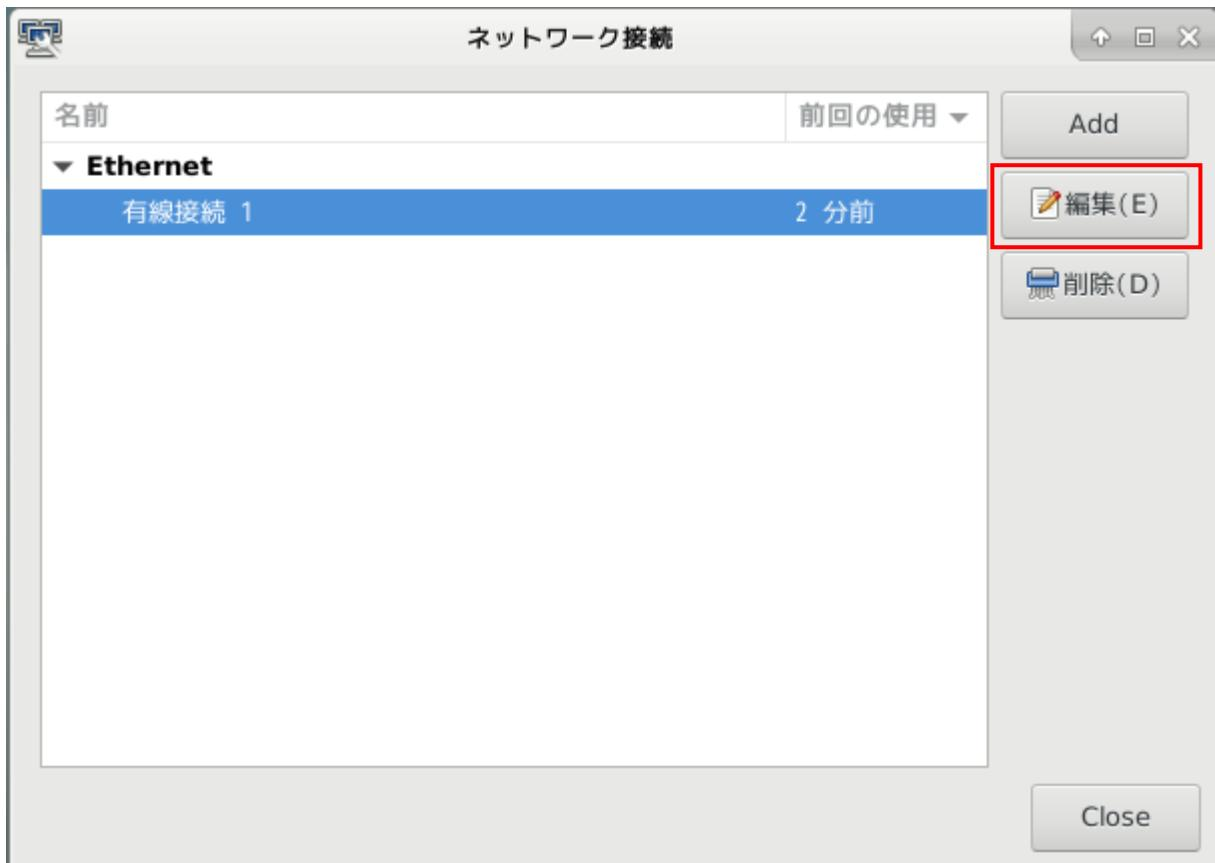

図2-3-2. ネットワーク設定画面
- ② 図2-3-2のようなネットワーク設定画面が起動します。認識しているLANの一覧が表示されています。